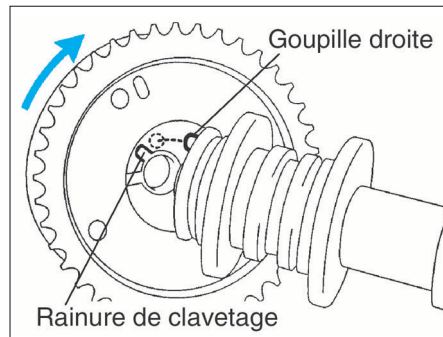

FIG. 35
- Placer l'arbre à cames avec la goupille droite en décalage de la rainure de clavetage du déphaseur (fig. 35).